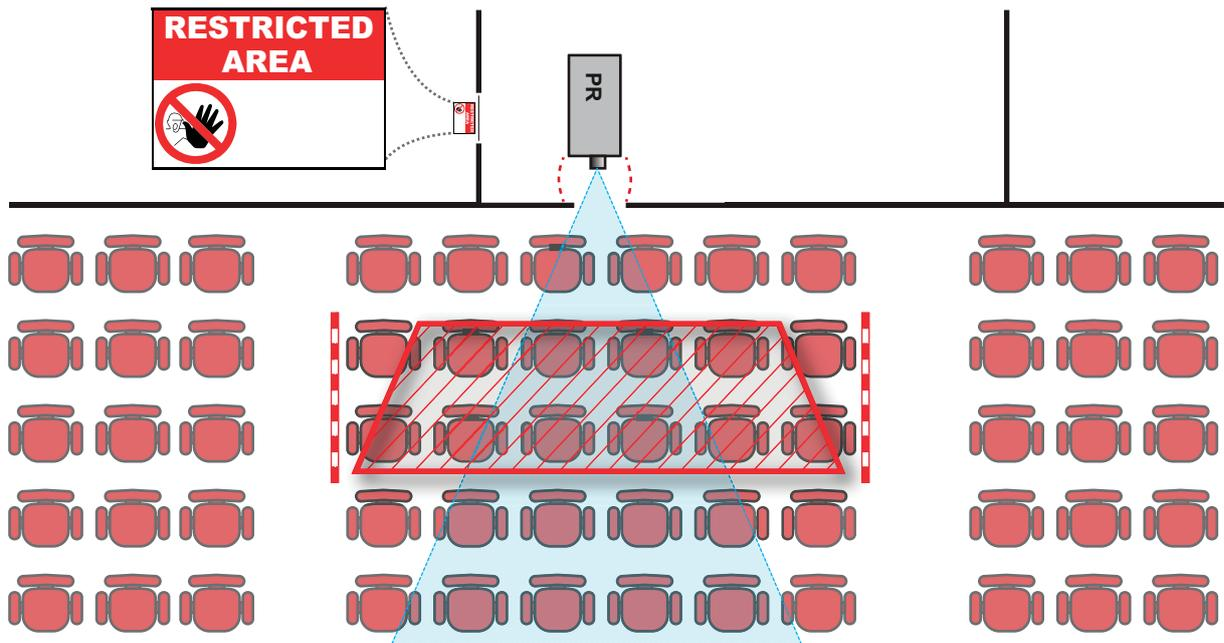

Abbildung 1-2
Abbildung 1-2 zeigt eine typische Einrichtung. Es muss verifiziert werden, dass diese Mindestanforderungen erfüllt sind. Ggf. muss eine Sperrzone (RZ) im Kino eingerichtet werden. Hierzu kann eine physische Absperrung, z. B. ein rotes Seil, wie in Abbildung 1-2 gezeigt verwendet werden.